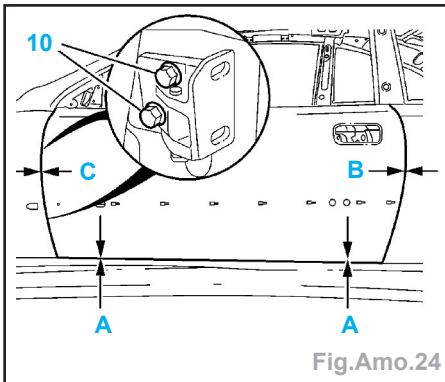

Fig.Amo.24
- Serrer les vis (10) sur le pied AV à l'aide d'une clé plate introduite par le passage de roue.
- Bloquer les vis (10) au couple de **2,0 daN.m** sur la porte ouverte.
- Jeux (Fig.Amo.24) :